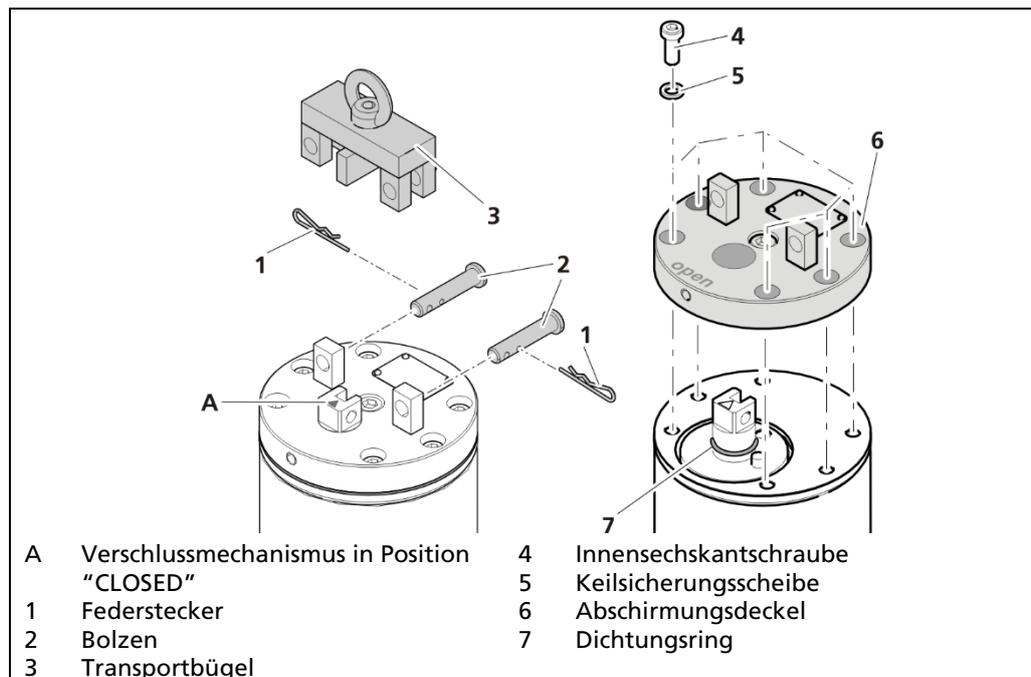

Abb. 15 Überprüfung und Austausch des Dichtungsringes
1. Entfernen Sie die Federstecker (Abb. 15, Pos.1) und die Bolzen (Abb. 15, Pos.2).
2. Entfernen Sie den Transportbügel (Abb. 15, Pos.3) und stellen Sie sicher, dass sich der Verschlussmechanismus in Position „CLOSED“ (Abb. 15, A) befindet.
3. Öffnen Sie die Innensechskantschrauben (Abb. 15, Pos.4) und entfernen Sie den Abschirmungsdeckel (Abb. 15, Pos.6).
4. Prüfen Sie den Dichtungsring (Abb. 15, Pos. 7) auf Beschädigungen und Verschleiß. Ersetzen Sie bei Bedarf den Dichtungsring.
5. Montieren Sie den Abschirmungsdeckel (Abb. 15, Pos. 6) und den Transportbügel (Abb. 15, Pos. 3) wieder.